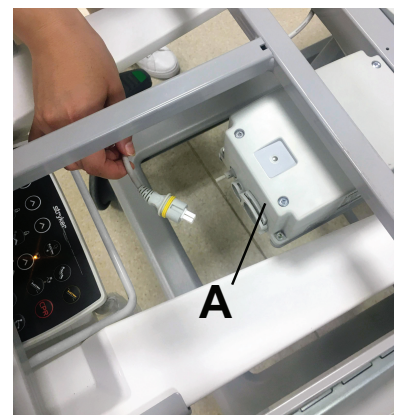

Figura 8 – Blocco e sblocco del cavo della batteria
2. Individuare la batteria (Figura 8).
4. Premere sul blocco del cavo della batteria per bloccare il cavo nella batteria (A).